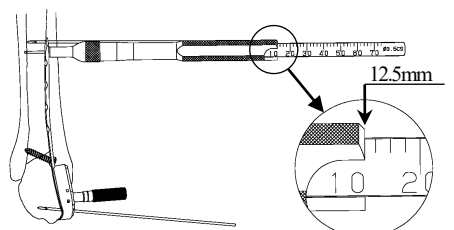

図 11-2
- 3.5 コーティカルスクリュー (S) を挿入する場合は、3.5 コーティカルスクリュー (S) 用デプスゲージで計測します。 (図 11-2)